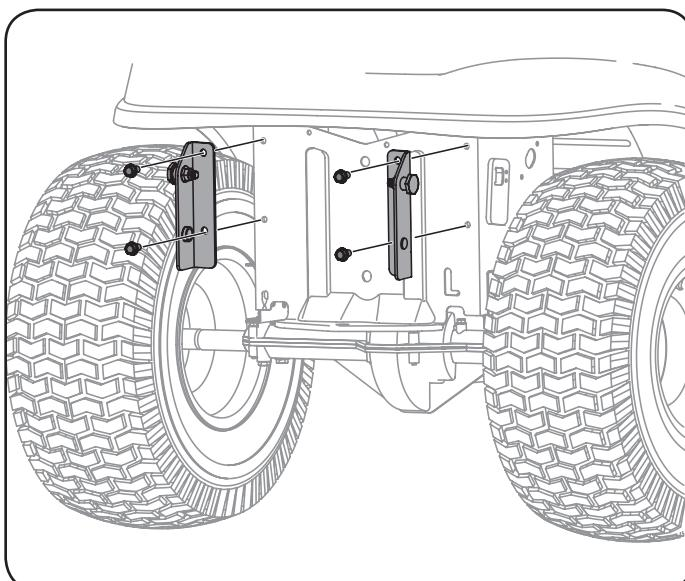

Figure 5
3. Installez les supports de montage pour tracteurs de la série 700 à votre tracteur au moyen de quatre vis autotaraudeuses hexagonales comprises dans votre trousse. Consultez la Figure 5.